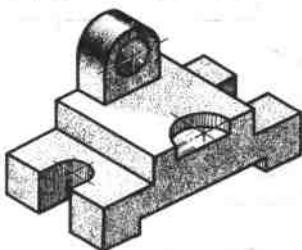

图 20
20. 根据轴测图 (通孔、通槽) (图 20) 画三视图, 并标注尺寸 (尺寸从轴测图上量取整, 作图比例 1:1)。